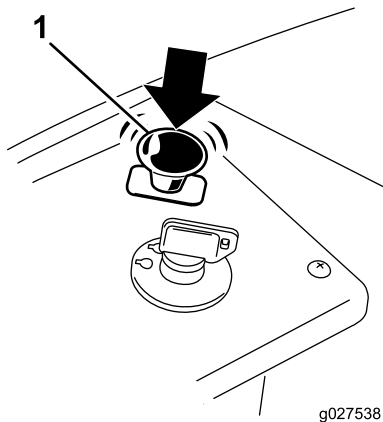

Figura 18
1. Desengate as lâminas através da deslocação do interruptor de controlo das lâminas na posição DESLIGAR (Figura 18).